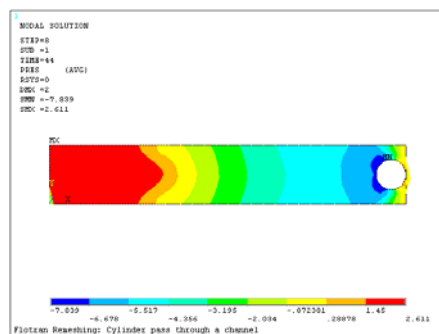

图 9-134 44s 时的压力场分布等值线图
③在“Item to be contoured”列表框中依次选择 DOF Solution→Pressure，单击“OK”按钮，ANSYS 窗口将显示如图 9-134 所示的压力场分布等值线图。